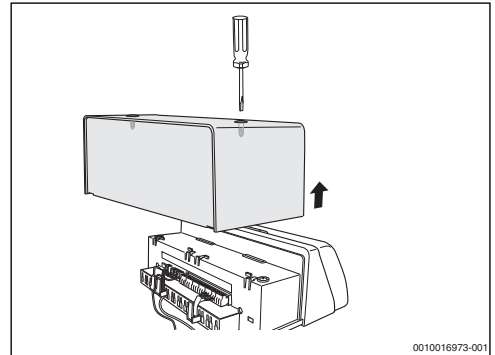

Fig. 26 Extracción de la cubierta
- ▶ Desatornille los 2 tornillos de la parte superior de la cubierta (→ fig. 26).